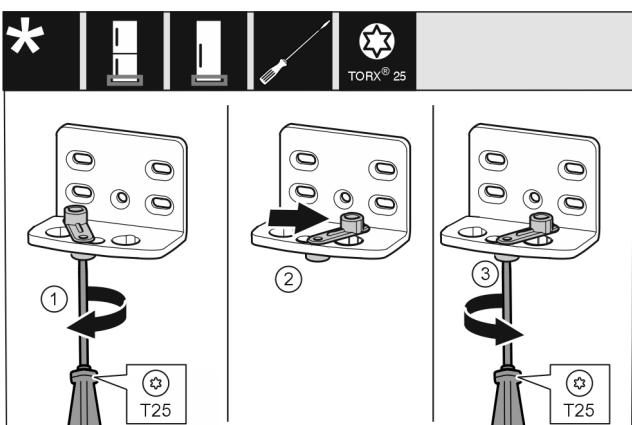

Fig. 14
- Vijke Fig. 14 (1) rahlo privijte z izvijačem.
- Privzdignite pripomoček za zapiranje vrat Fig. 14 (2) in ga v luknji zavrtite za 90° v desno.
- Zategnite vijke Fig. 14 (3) z izvijačem.